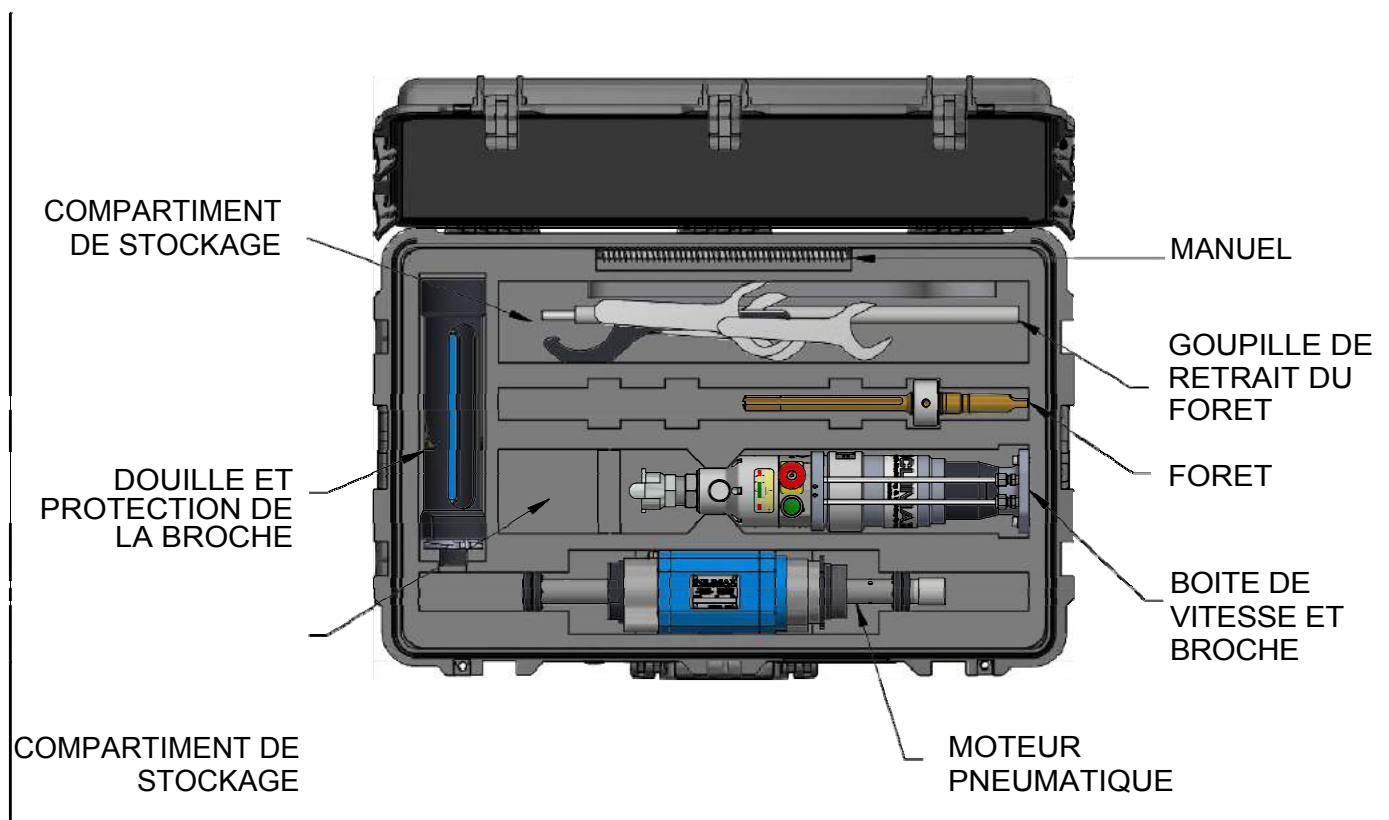

FIGURE 6-1. DISPOSITION DE LA CAISSE DE LA PD3000
La perceuse portative PD3000 peut être stockée et expédiée dans la caisse Pélican fournie (Figure 6-1). Par stockage à court terme, on entend un stockage qui dure moins de trois mois.
4. Placer les composants dans la caisse de stockage comme indiqué à la Figure 6-1.
Les conditions de stockage requises sont indiquées à la Figure 6-1.